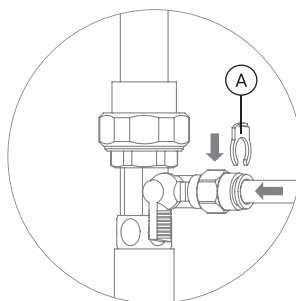

Рис. 6
2. Присоедините зеленую трубку к фитингу адаптер-вентиль (см. раздел «Присоединение трубок» (стр. 8)), (рис. 6).